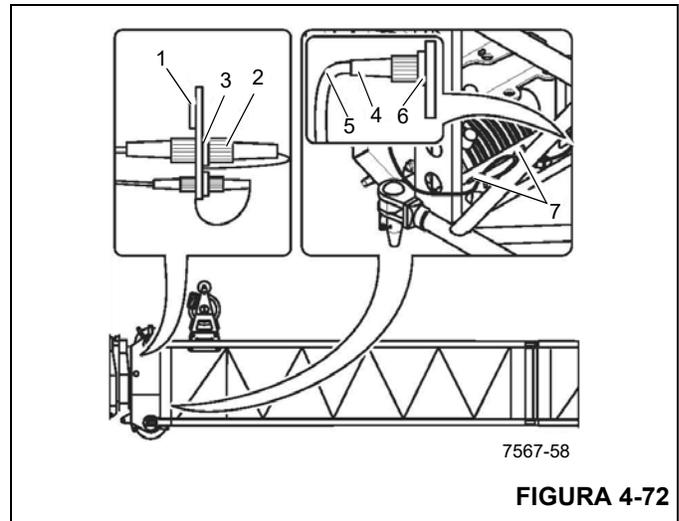

FIGURA 4-72
1. Retire el enchufe (4) (Figura 4-72) del receptáculo (3) y enchúfelo en el receptáculo falso (6).
2. Enrolle el cable (5) en el sujetador (7).
3. Retire el enchufe (2) del receptáculo falso (1) y conéctelo en el receptáculo (3).